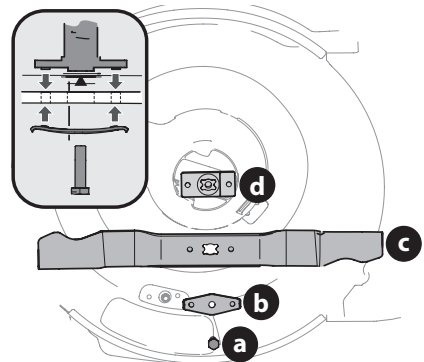

Figura 36
4. Retire el perno (a) y el soporte de campana de la cuchilla (b) que sostienen la cuchilla y el adaptador de la cuchilla al cigüeñal del motor (Figura 36).
5. Retire la cuchilla (c) y el adaptador de la cuchilla (d) del cigüeñal (Figura 36).
7. Lubrique el cigüeñal del motor y la superficie interna del adaptador de la cuchilla con aceite ligero. (recuadro de la Figura 36).